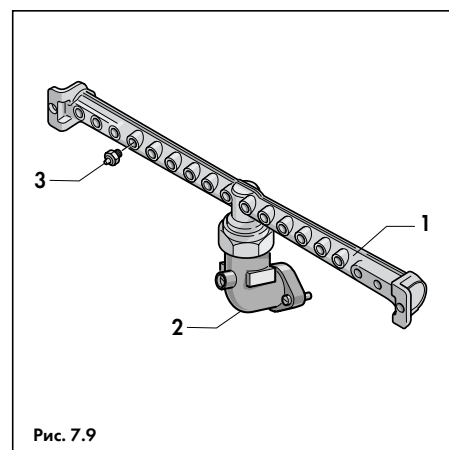
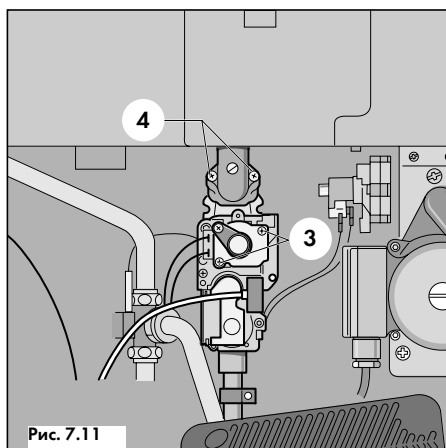

Рис. 7.9
Рис. 7.11
- Выкрутить 2 винта (4, рис. 7.11) и вытащить коллектор (1, рис. 7.9) с соплами вместе с угловым присоединительным участком (2, рис. 7.9) из камеры сгорания;
- Выкрутить установленные в коллекторе (1, рис. 7.9) сопла (3, рис. 7.9) и заменить их на сопла для другого вида газа из соответствующего комплекта для перенастройки, при этом запрещается использовать какие-либо уплотнения или герметики;
- Коллектор (1, рис. 7.9) вместе с угловым присоединительным участком (2, рис. 7.9) установить на газовую арматуру, крепко закрутив 2 винта (4, рис. 7.11). При этом необходимо проследить за правильным положением кольцевого уплотнения, его перекося может привести к неплотности соединения;
- Выкрутить винты (3, рис. 7.11) и, отсоединив модулирующий регулятор (3, рис. 7.10), вытащить его из газовой арматуры;
- Закрепить модулирующий регулятор на газовой арматуре, затянув винты (3, рис. 7.11);